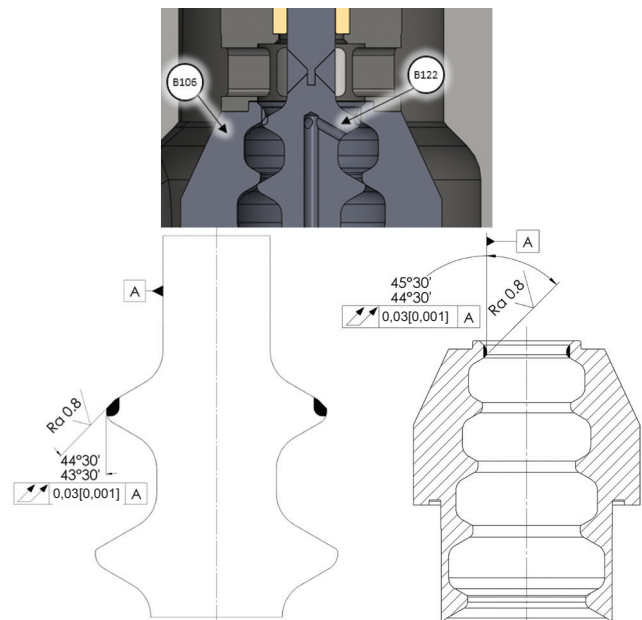

Рис. 18. Притирка седла
24. После выполнения притирки разберите детали, очистите их и установите обратно, соблюдая допуски углов посадки (см. рисунок 18).